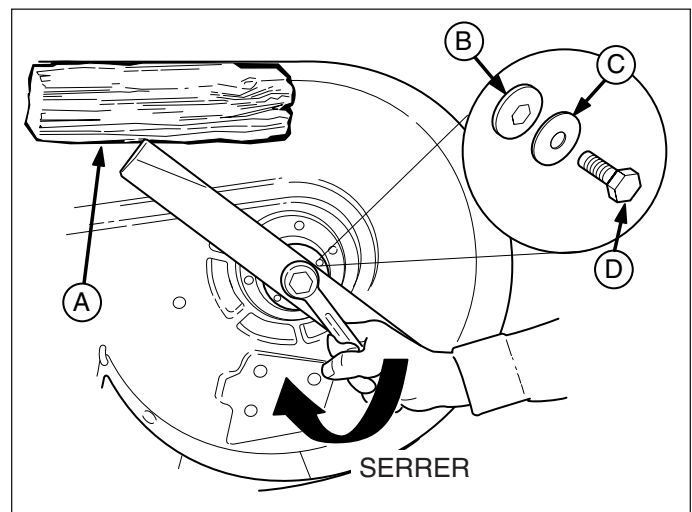

Figure 29. Installation de la lame
3. Retirer le boulon de fixation (A, Figure 29), la rondelle élastique (C), la rondelle hexagonale (B) et la lame.
6. Remonter la lame (Figures 29 et 30) avec les languettes dirigées vers la tondeuse comme l'indiquent les figures. Remonter la goupille de positionnement (E).
7. Remonter la rondelle hexagonale (B, Figure 29), la rondelle élastique (C) et le boulon de fixation (D). Bloquer la lame avec une cale en bois (A) pour l'empêcher de tourner et serrer le boulon de fixation (D) à 61-75 Nm.